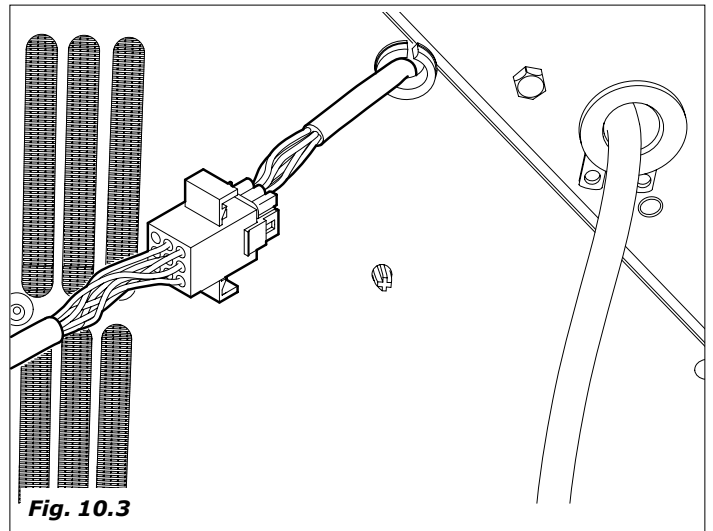

Fig. 10.3
- Conectar una punta del cable de conexión del conector trasero en la Lux 700 (Fig. 10.3) y la otra punta al conector BOARD de la placa Antares (Fig. 10.4).